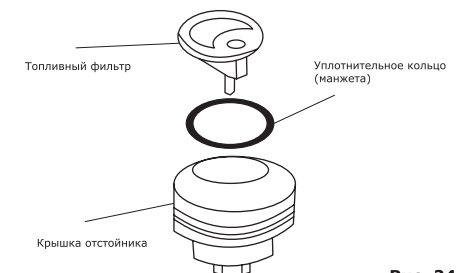

Рис. 24
- Отверните болт крышки отстойника, расположенный снизу топливного крана для снятия фильтра топливного крана при помощи ключа (рис. 24).